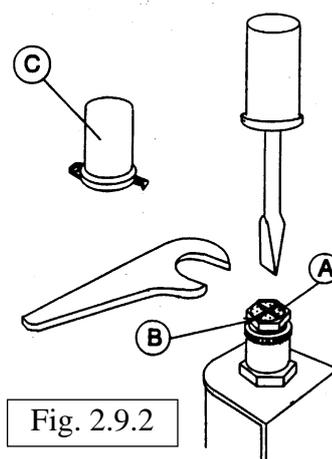

Fig. 2.9.2
- Smontare il cappuccio pos. C in fig. 2.9.2.
Regolare il modulatore di pressione della valvola gas, ved. fig. 2.9.2: